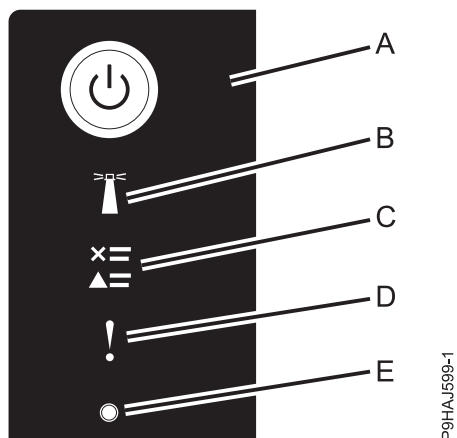

Figure 7. Voyants du panneau de commande
- Le voyant d'alimentation (A) clignote, comme indiqué dans la figure suivante.
3. Appuyez sur le bouton de mise sous tension (A) du panneau de commande, comme indiqué dans la figure 7.